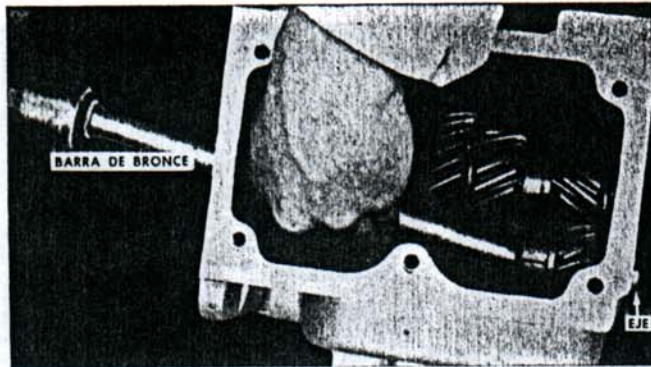

Fig. 85. — Sacando el eje del engranaje libre de marcha atrás.
la caja (Fig. 85), por igual razón que el eje del cuádruple. Retirar dicho engranaje.
- 15") Con una barra de bronce de diámetro adecuado y un martillo, desde el frente de la caja, golpear el eje del engranaje libre de marcha atrás que deberá salir hacia la parte posterior de la caja (Fig. 85). Retirar dicho engranaje.
- 9") Con una barra de bronce de diámetro adecuado y un martillo, desde el frente de la caja, golpear el eje del engranaje libre de marcha atrás que deberá salir hacia la parte posterior de la caja (Fig. 85). Retirar dicho engranaje.